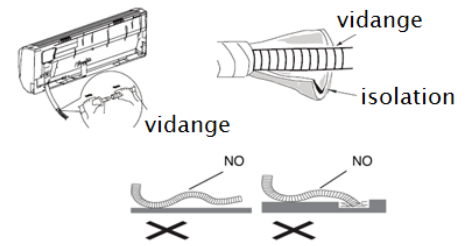

Fig. 13
3. Installez le tuyau de vidange, bien isolé pour éviter la condensation, légèrement incliné pour assurer le drainage de l'eau. Ne le tordez pas, ne le pliez pas et ne le remplissez pas avec de l'eau (Fig. 13).